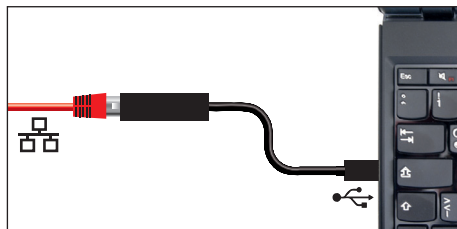

Bild 8 Konverter Ethernet–USB
- ▶ Konverter Ethernet–USB (Bild 8). Det är därmed möjligt att ansluta enhetens Ethernet-anslutning (se sidan 12) med USB-anslutningen på en PC/laptop.